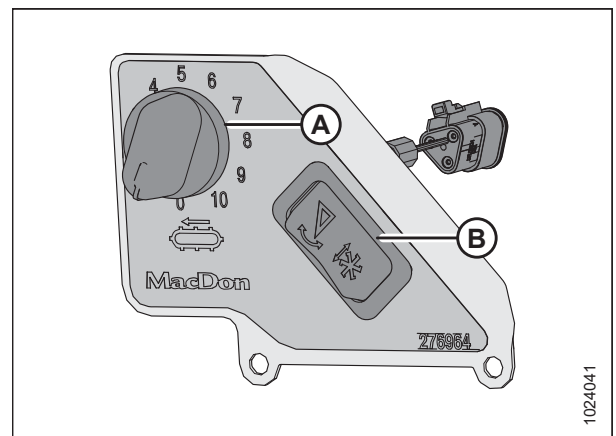

Abbildung 3.200: Kabinenmodul für die Einstellung der Seitenbandgeschwindigkeit
Die Taste (B) in Abbildung 3.200, Seite 175 ermöglicht es dem Bediener, zwischen den Steuerungen für die Schneidwerksneigung und die Horizontalverstellung der Haspel umzuschalten. Siehe Einstellen des Anstellwinkels vom Mähdrescher aus, Seite 146 bzgl. Anweisungen zu den Steuerungen.